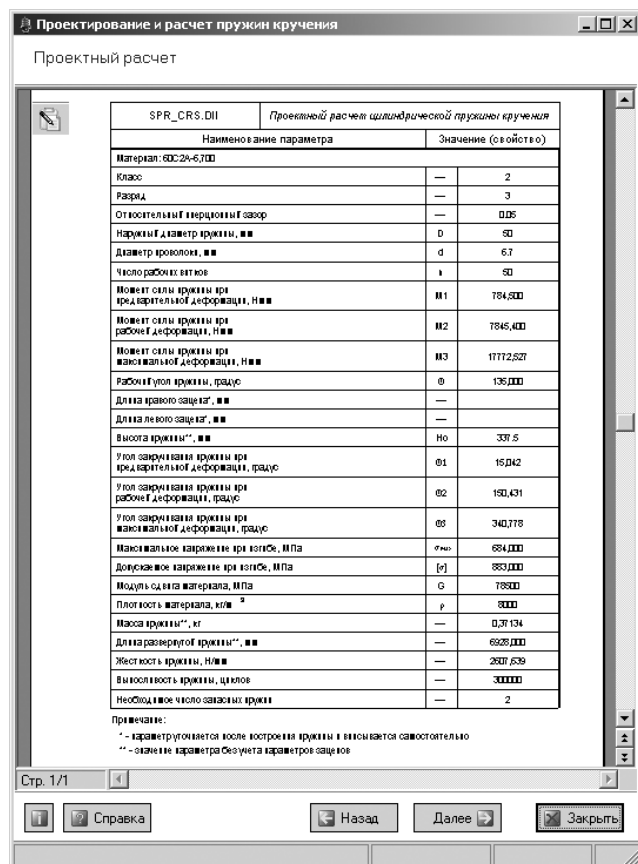

Рис. 4.91. Окно системы Проектирование и расчет пружин кручения. Проектный расчет на четвертом шагу
- щелкните по кнопке **Далее**. Появится система **Проектирование и расчет пружин кручения. Проектный расчет** на четвертом шагу с подробными результатами расчета пружин кручения, см. рис. 4.91;